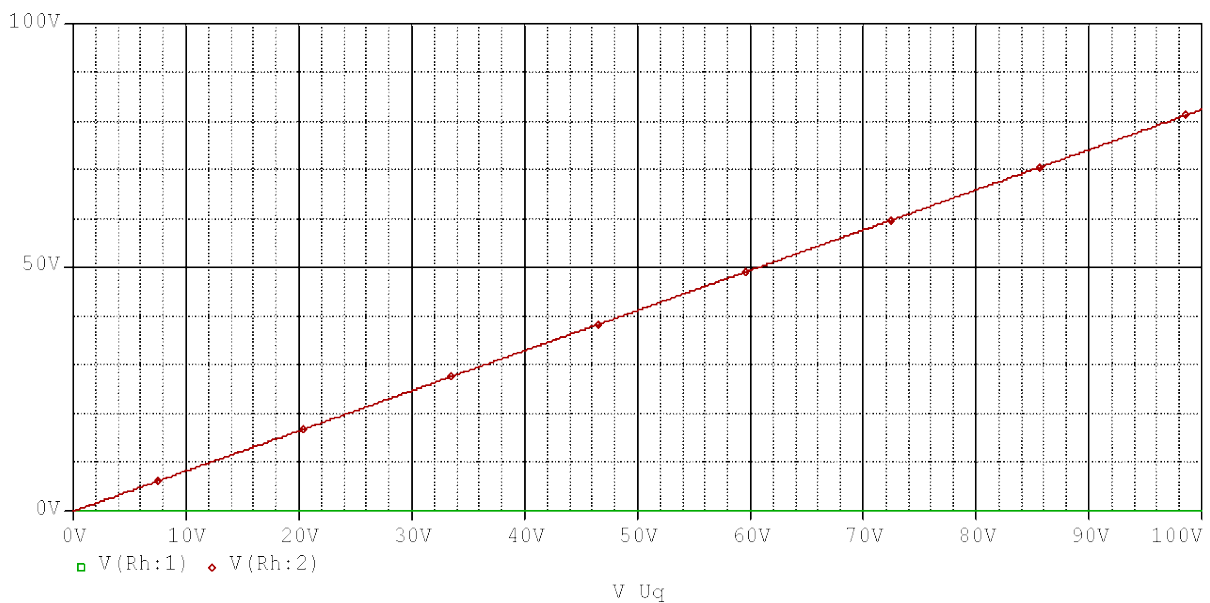
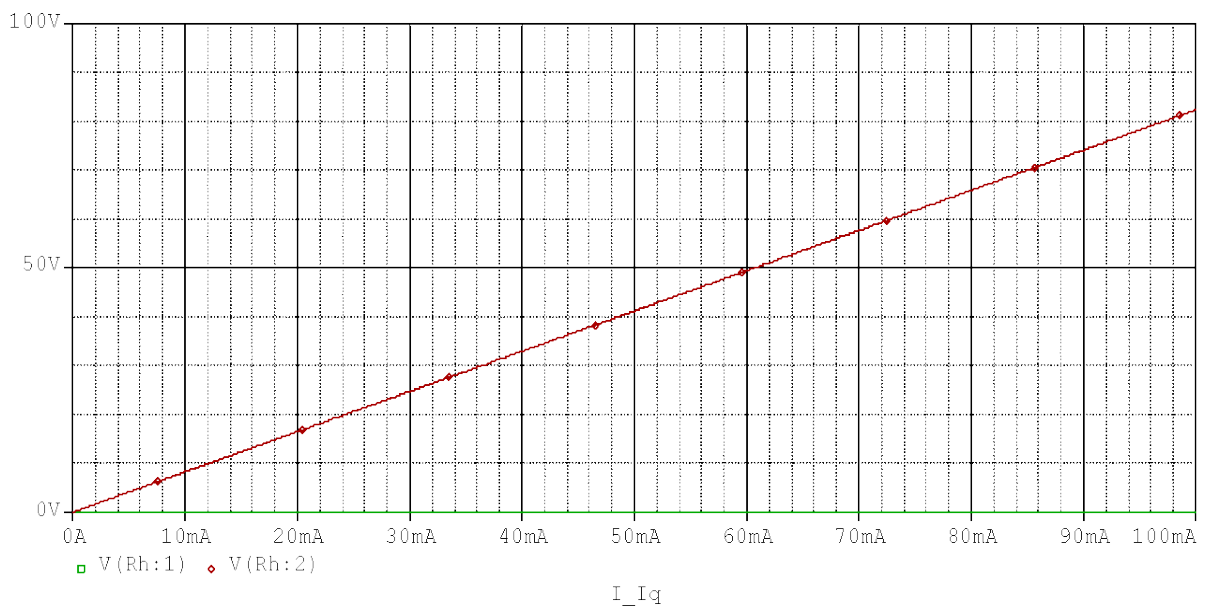

Рисунок 6.28 – Діаграма зміни напруги на резисторі навантаження R_h при зміні напруги від $U_q = 0$ (В) до $U_q = 100$ (В)
Рисунок 6.31 – Діаграма зміни напруги на резисторі навантаження R_h при зміні струму витоку I_q від 0 до 100 (мА)
39. Запустіть моделювання схеми. Після закінчення моделювання виведіть на екран діаграму, зображену на рис. 6.28.
42. Запустіть процес моделювання і виведіть на екран *Probe* діаграму напруги на резисторі навантаження R_h (рис. 6.31). Отриманий результат буде аналогічний поданому на рис. 6.28.